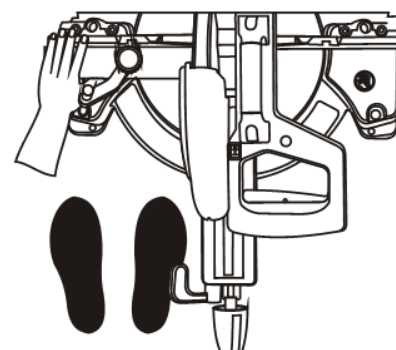

Fig. 21
- Un bon positionnement de votre corps et de vos mains rendra la coupe plus facile et plus sûre. Gardez votre visage et votre corps d'un côté de la lame, hors de l'alignement avec un possible retour de débris (Fig. 21).